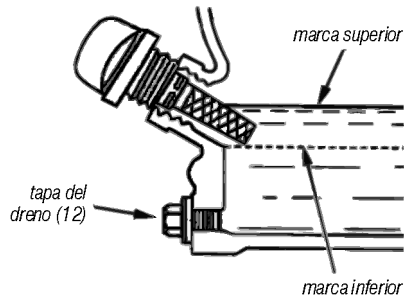

Fig. 8 – nivel de aceite
- 5 - Retire nuevamente la varilla y realice la lectura (fig. 8);